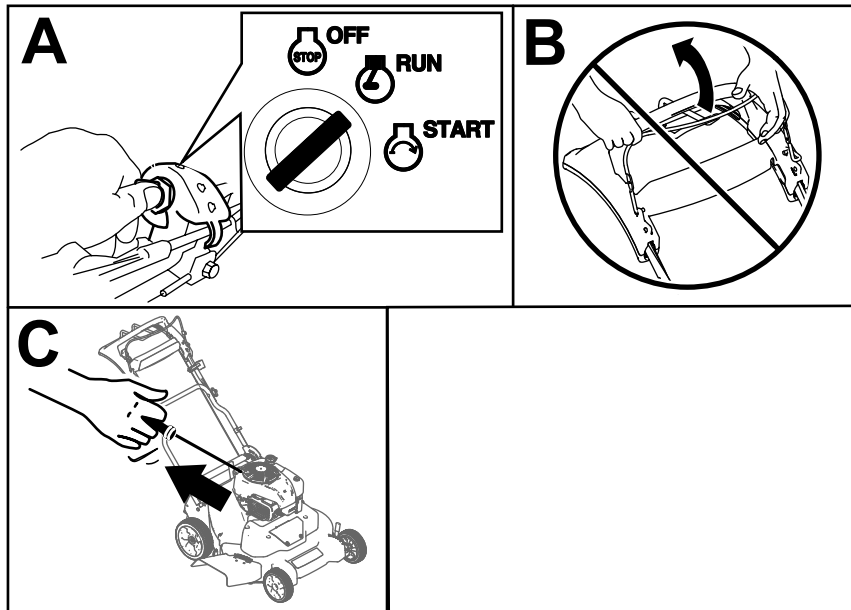

Bild 16
1. Drehen Sie den Zündschlüssel in die LAUF-Stellung (A in Bild 16).
Wichtig: Versuchen Sie nicht den Motor bei eingekuppeltem Schaltbügel anzulassen; sonst kann die Sicherung durchbrennen (B in Bild 16).
2. Ziehen Sie langsam am Rücklaufstartergriff, bis Sie einen Widerstand spüren. Ziehen Sie ihn dann kräftig durch (C in Bild 16). Lassen Sie das Seil langsam zum Motor zurücklaufen.